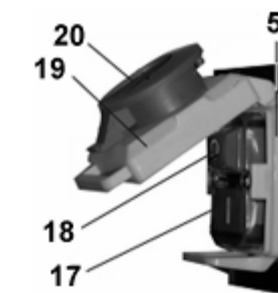

Рис. 3
8. МАГНИТНЫЙ ПУСКАТЕЛЬ (Рис. 3)